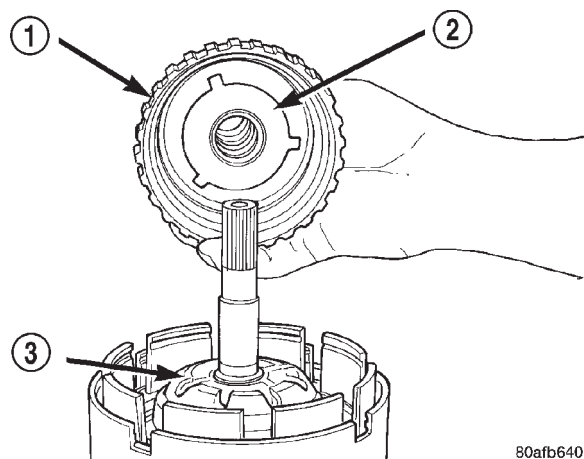

Fig. 257 Instalación del conjunto del eje de sobremarcha
(41) Instale el conjunto de eje de sobremarcha (Fig. 257).
(42) Vuelva a instalar los embragues de sobremarcha y marcha atrás, tal como se muestra en la figura.